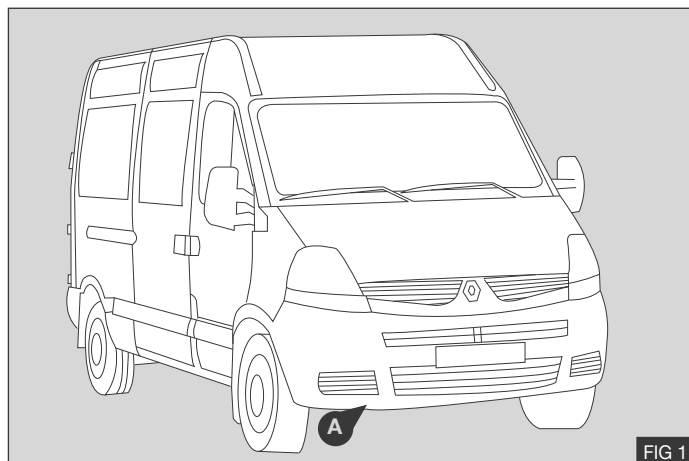

FIG 1
1. Entfernen Sie die Motorunterplatte (A) - Fig 1.